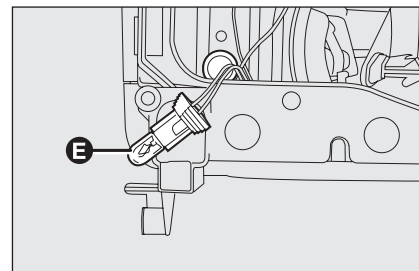

fig. 23
- asportare la lampada bruciata **E-fig. 23** ed inserire la nuova lampada;